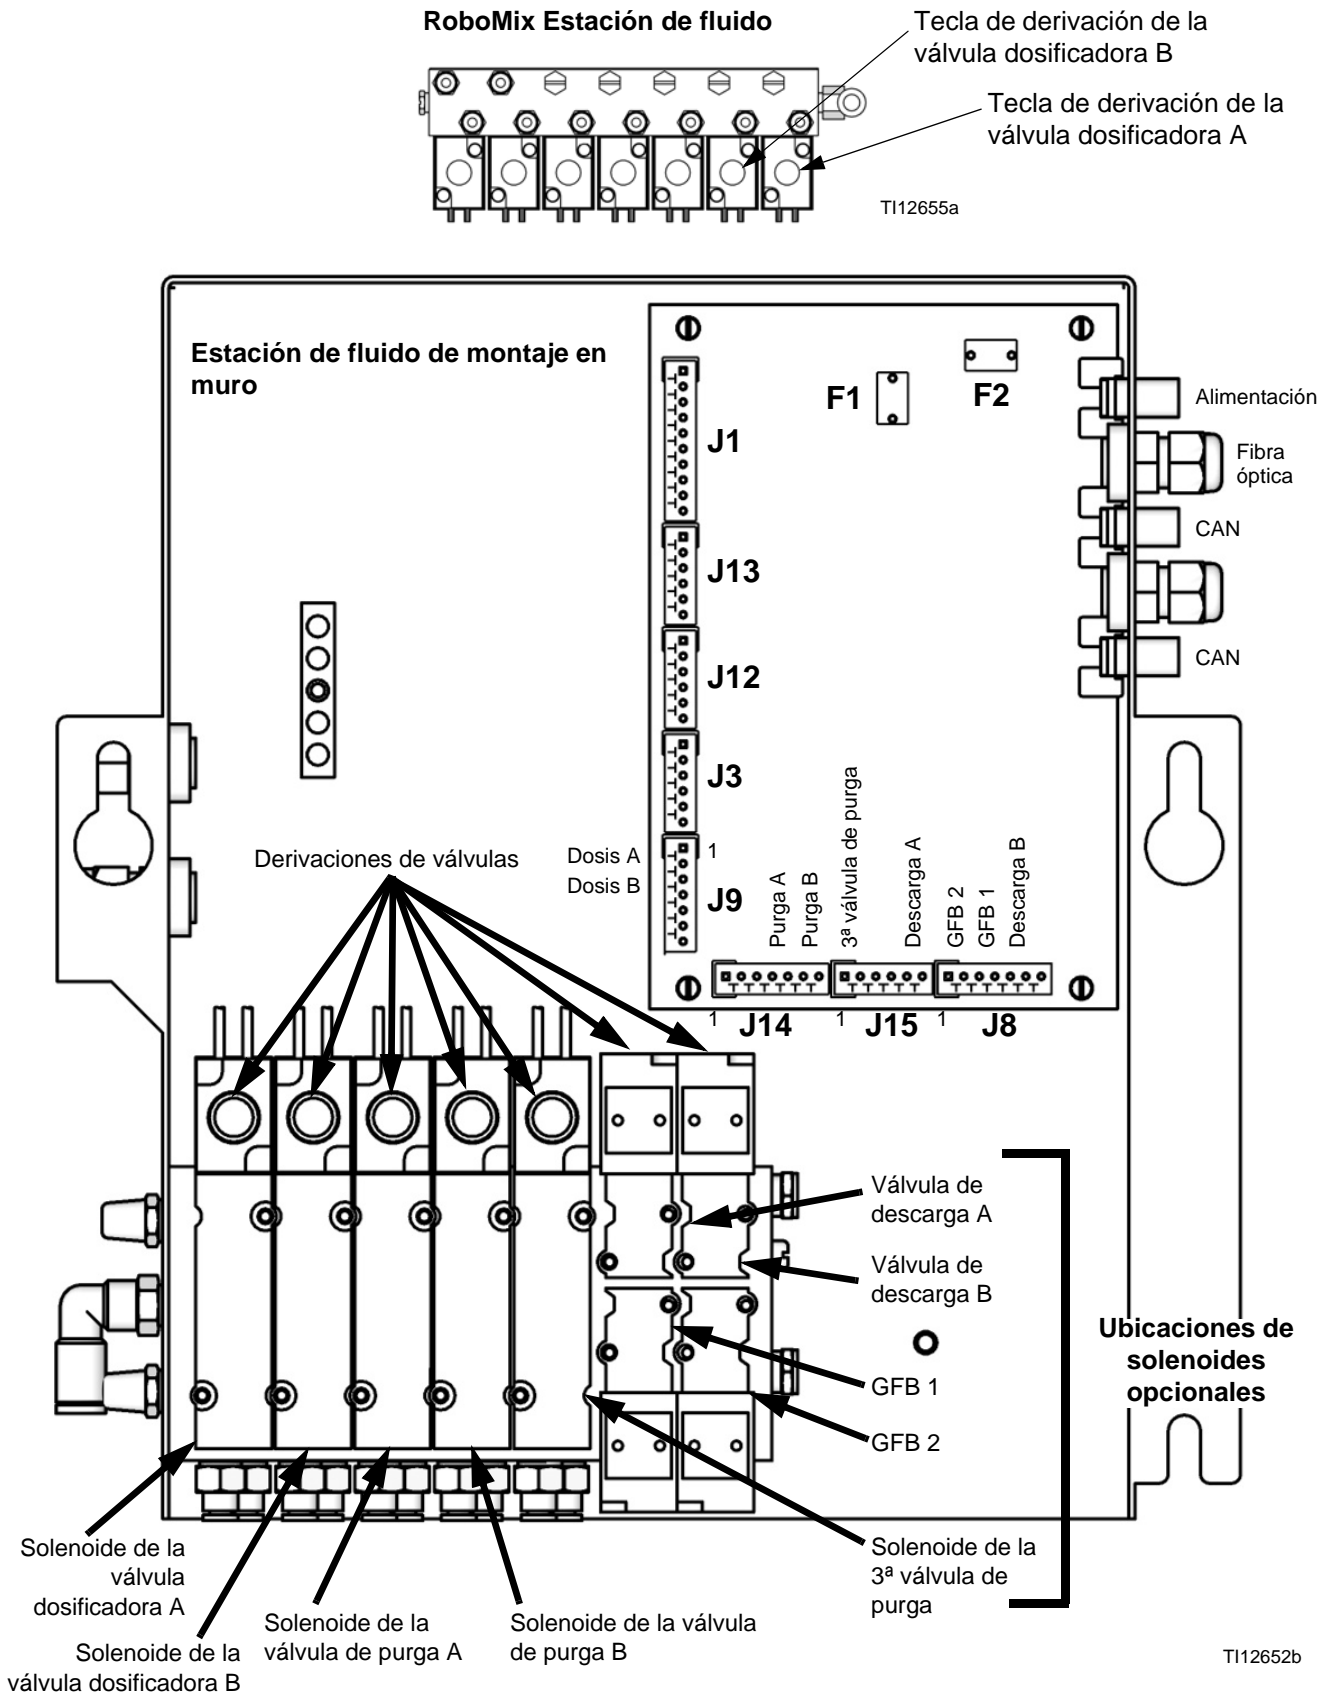

Fig. 117. Solenoides de fluido
2. Con la pistola disparada, pulse la derivación manual en los solenoides de las válvulas dosificadoras A y B para aliviar la presión. Consulte FIG. 117.
5. Con la pistola disparada, pulse la derivación manual en los solenoides de las válvulas de purga A y B para aliviar presión de aire y de disolvente. Consulte FIG. 117. Verifique que la presión de disolvente se haya reducido a 0.
3. Pulse y mantenga pulsada la derivación del solenoide de la válvula de descarga A. FIG. 117.
5. Pulse y mantenga pulsada la derivación del solenoide de la válvula de descarga B. FIG. 117.
7. Pulse y mantenga pulsada la derivación del solenoide de la válvula de descarga A. FIG. 117.
9. Pulse y mantenga pulsada la derivación del solenoide de la válvula de descarga B. FIG. 117.
4. Retire la cubierta de la estación de fluido para acceder a las válvulas de solenoide. Ver FIG. 117 en la página 108.